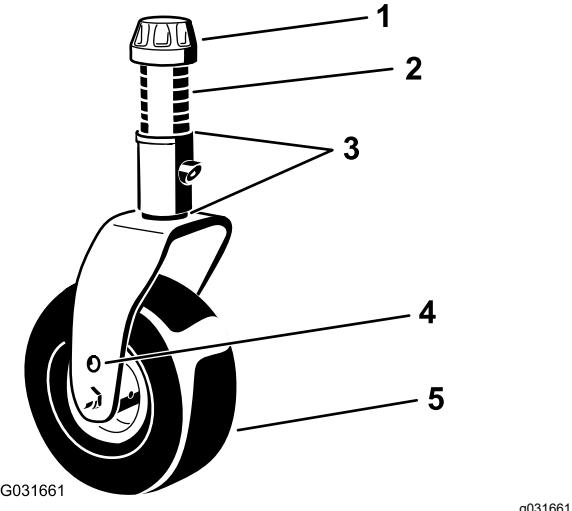
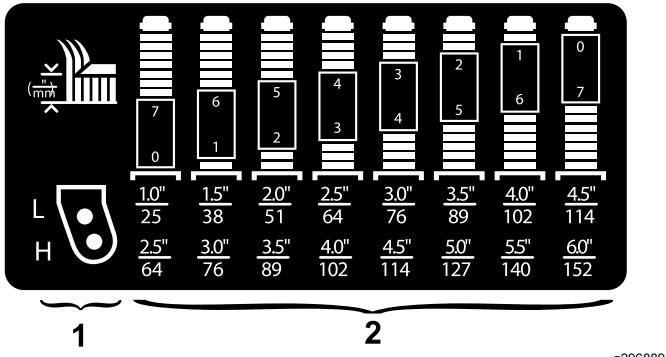

Figure 8
Figure 9
Placez les essieux des roues pivotantes dans les mêmes trous sur les deux fourches. Pour choisir les trous corrects pour la hauteur de coupe requise, reportez-vous à la Figure 8 et la Figure 9.
2. Insérez le nombre correct d'entretoises approprié sur l'axe de pivot pour obtenir la hauteur de coupe voulue (Figure 8).
Pour déterminer les combinaisons d'entretoises requises pour la hauteur de coupe recherchée, reportez-vous à la Figure 9.
1. Enlevez le chapeau de tension de l'axe de pivot (Figure 8) et sortez l'axe du bras pivotant. Replacez les 2 cales sur l'axe de pivot dans leur position d'origine. Ces cales sont nécessaires pour que les unités de coupe soient parfaitement de niveau sur toute la largeur.